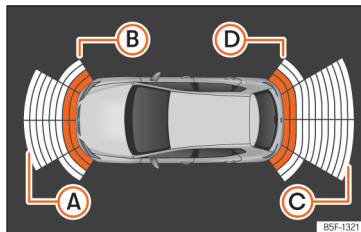

Abb. 202 Anzeige der Einparkhilfe auf dem Bildschirm des Infotainment-Systems.
Im Stoßfänger befinden sich Sensoren. Wenn sie ein Hindernis erkennen, weisen sie durch akustische und optische Signale im Infotainment-System darauf hin »» **Abb. 202**.
Wenn ein Sensor hinten defekt ist, werden nur noch Hindernisse im Bereich (A) und (B) angezeigt » » **Abb. 202**. Wenn ein Sensor vorn » »